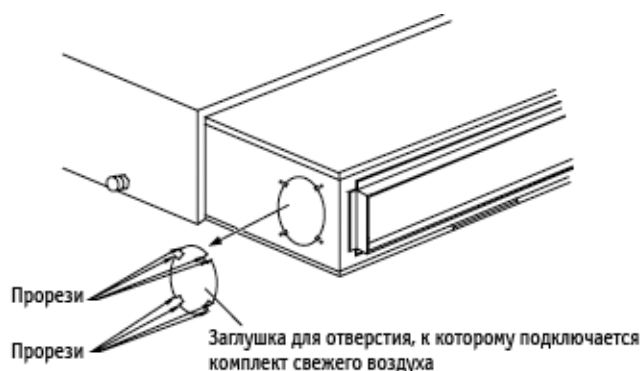

Рис. 9
(1) Если в системе требуется подмес свежего воздуха, то в стенке агрегата необходимо прорезать соответствующее отверстие (см. рис. 9). Если подмес свежего воздуха в системе не предусмотрен, зазоры вокруг отверстия следует заизолировать вспененным материалом.